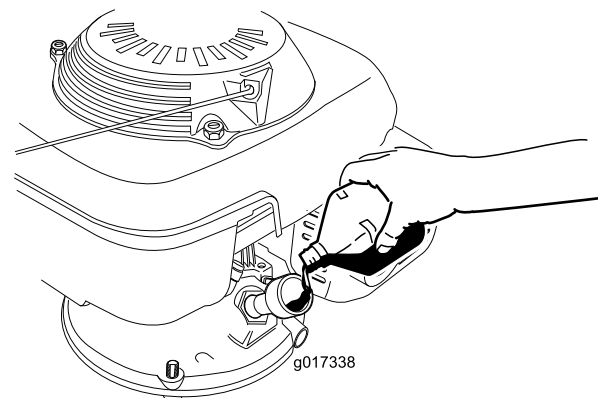

Рисунок 8
- Осторожно заполните маслом картер двигателя примерно на $\frac{3}{4}$ объема через маслозаливную горловину (Рисунок 8).